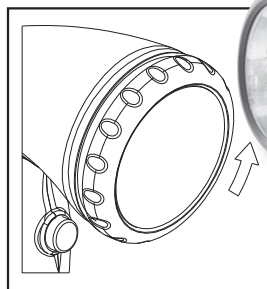

Figura 1
1. Gire la tapa del lente en el contrasentido de las agujas del reloj (ver Figura 1).